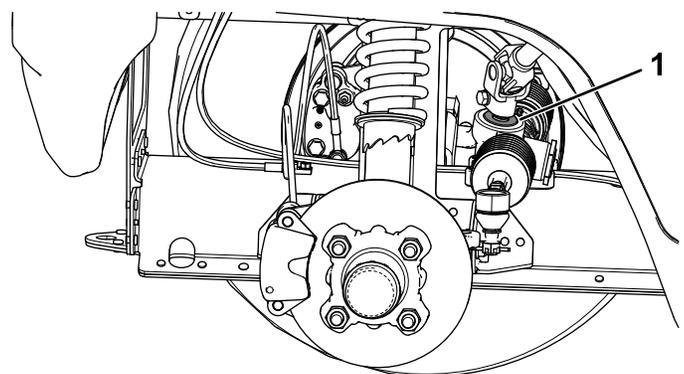

Рисунок 52
**Внимание:** Проверьте состояние и надежность уплотнения вала ведущей шестерни (Рисунок 52).